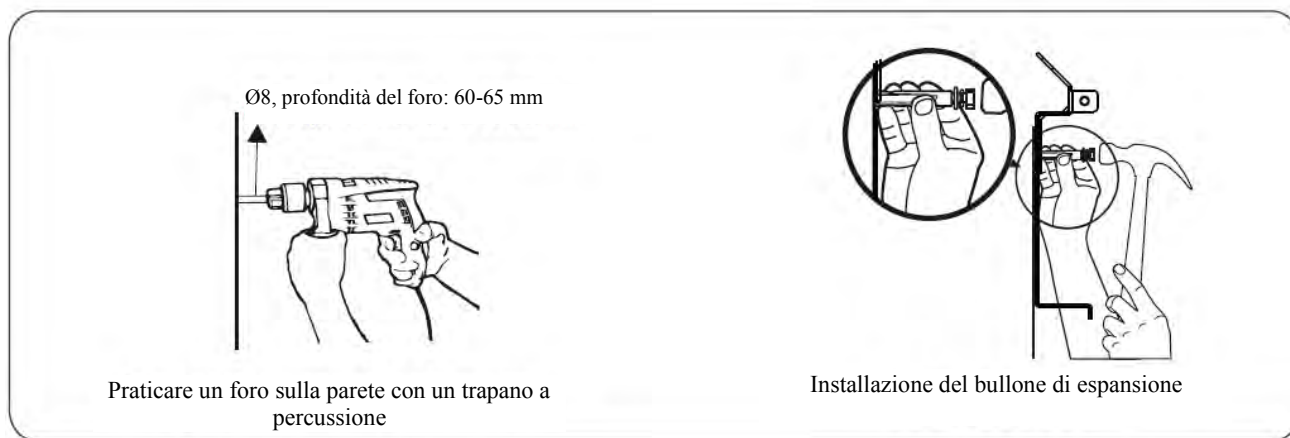

Figura 4.12 Esecuzione del foro e installazione dei tasselli a espansione (unità: mm)
**Fase 4** Praticare i fori con un trapano a percussione e installare i bulloni a espansione, come illustrato nella Figura 4.12.